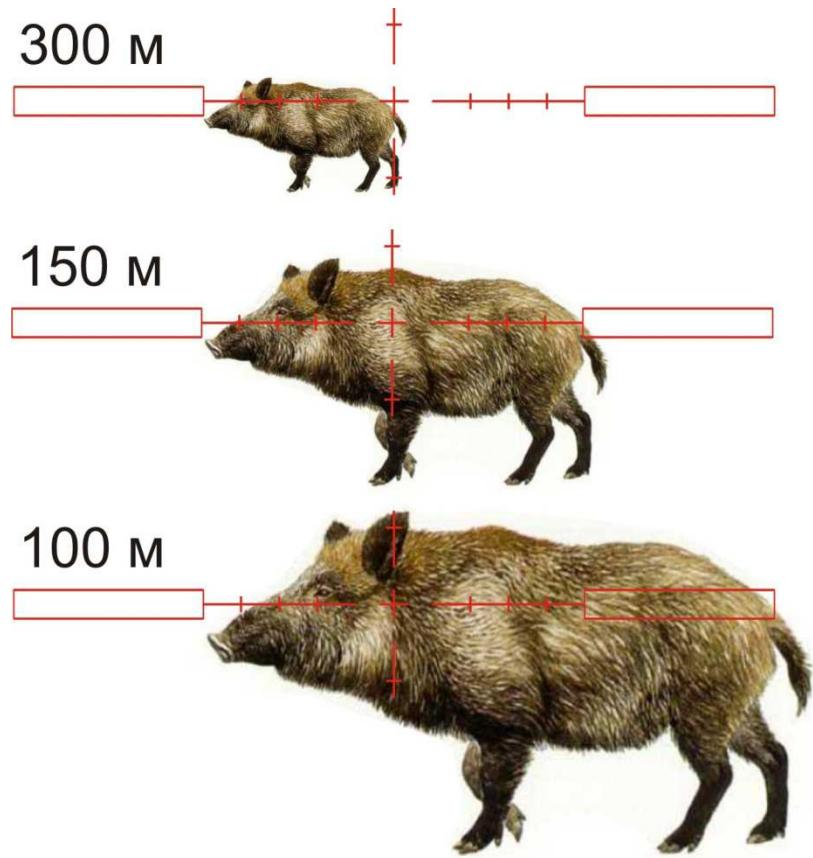

Рис.5
- 2) поместите перекрестье прицела так, чтобы одна сторона цели оказалась на риске Mil Dot (см. пример на рис. 5),
На рис. 5 представлен пример оценки расстояния для прибора «Dedal-470(100)» с увеличением 4x до кабана (трофейной длины 1.5 м) по сетке Mil Dot (5, 10 и 15 делений соответственно).
(*) – смотри соответствие на рис. 5.